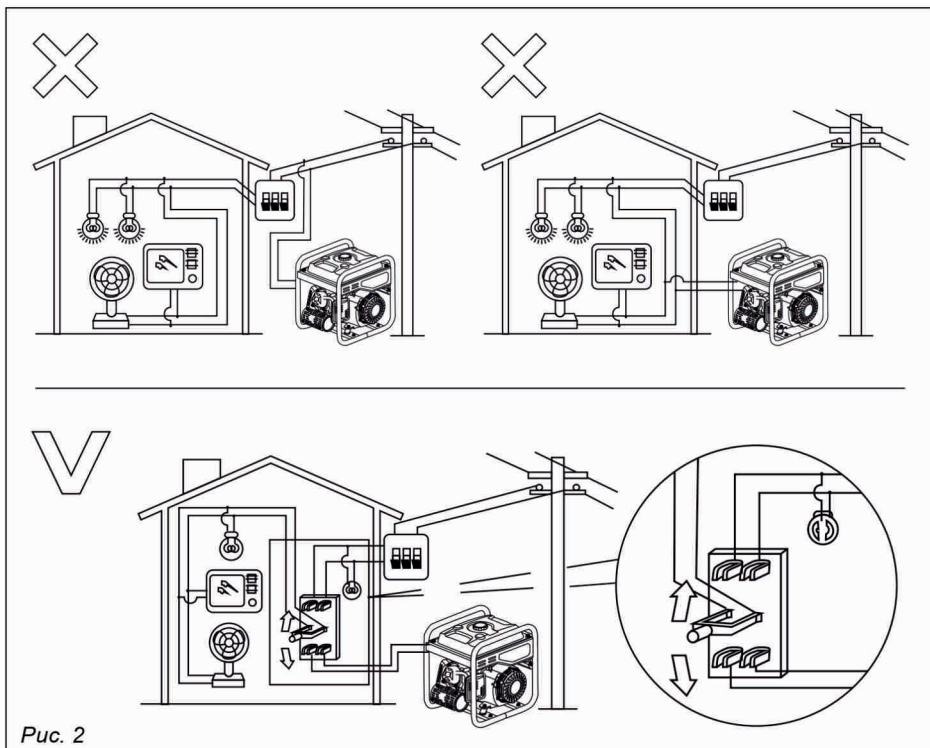

Рис. 2
### 5.3. Подключение к домашней сети (рис. 2)
2. Открутите одну из пробок горловин для заливки масла в картер (рис. 2).